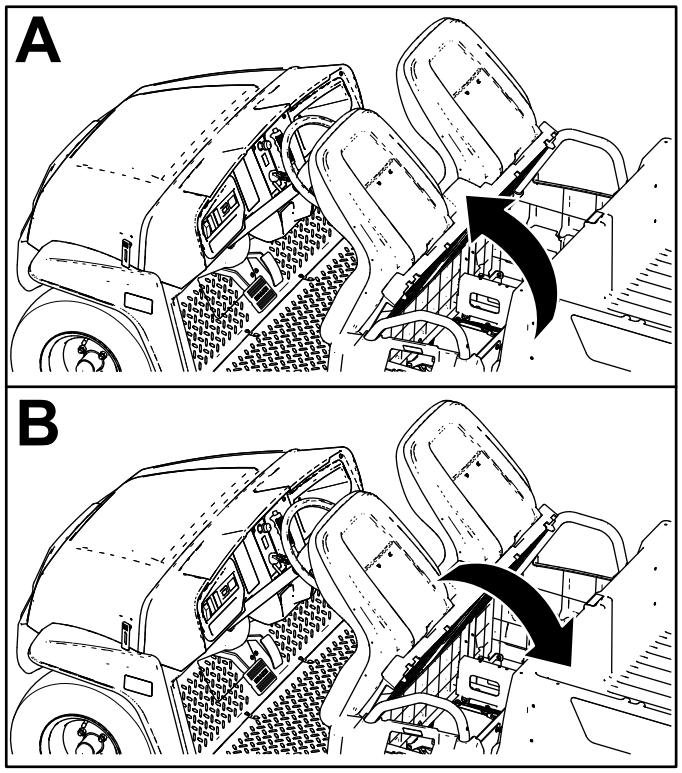

図 32
座席アセンブリを倒すには、アセンブリがハンドルに当たるまで前に倒します図 32。
座席アセンブリを通常位置に戻すには、アセンブリを後方倒します図 32。
- 座席ベースを前に倒す図 32。